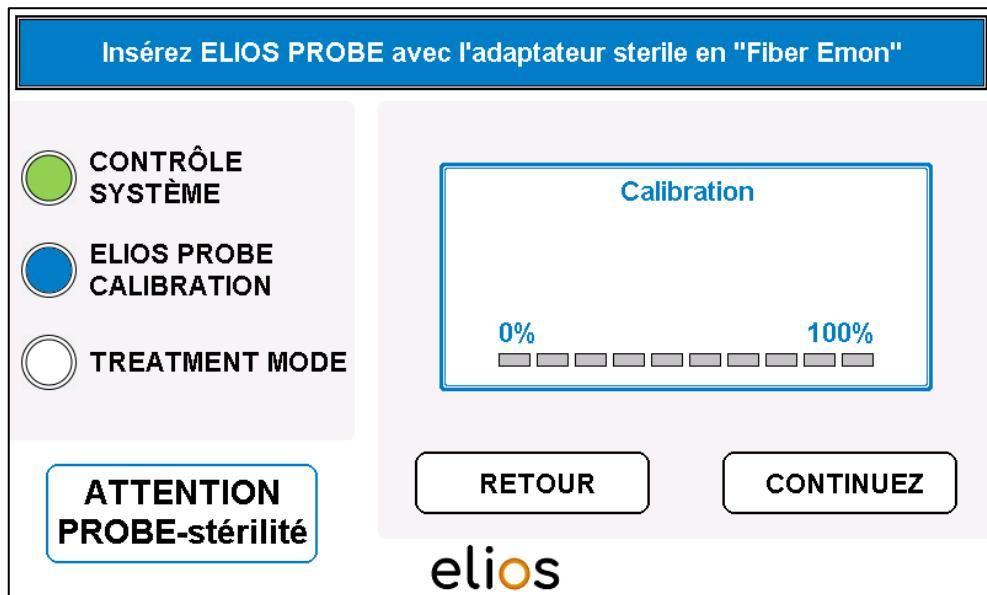

Fig. 4-10: Insérer la fibre avec l'adaptateur stérile
- L'opération doit être confirmée par le bouton « **CONTINUEZ** » (Fig. 4-10).